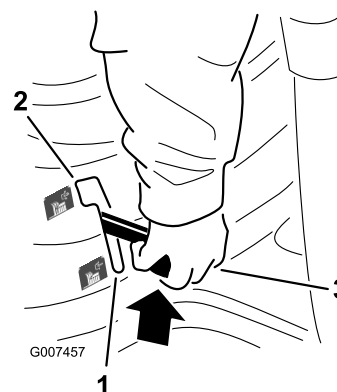

Figura 9
4. Ponga la palanca de control de las cuchillas (PTO) en Desengranada (Figura 9).